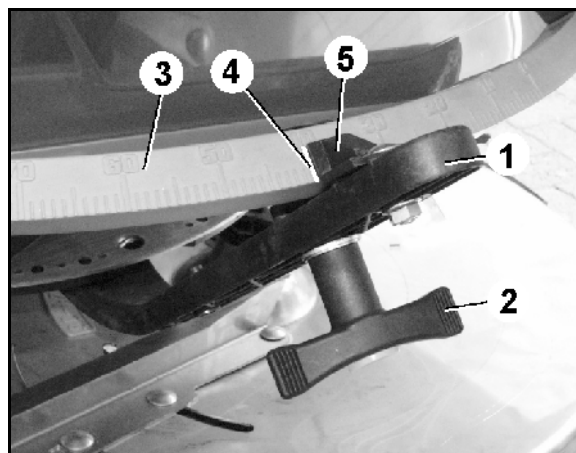

Fig. 74
Mængdeindstillingen foretages derefter på baggrund af spredetabellen ved hjælp af indstillingsgreb (Fig. 74/1).
2. Løsn vingemøtrikken (Fig. 74/2).
3. Find den korrekte spjældstilling på skalaen (Fig. 74/3).
4. Indstil aflæsningskanten (Fig. 74/4) fra indstillingshåndtagets viser (Fig. 74/5) på skalaværdien.
6. Spænd vingeskruen (Fig. 74/2) godt fast.